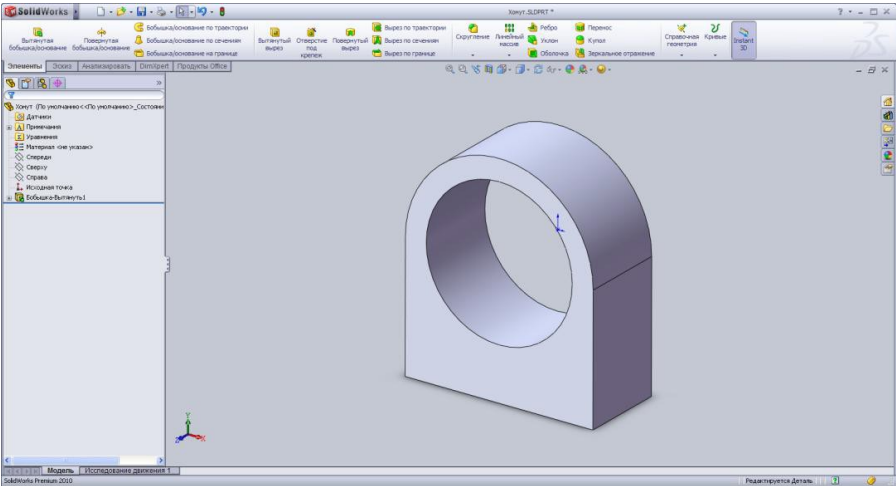

Рисунок 2.5 – Зміна розміру відображення моделі
Щоб розглянути модель із різних сторін у SolidWorks, для початку натисніть на стандартній панелі **"Вид"** кнопку **"Изменить в размер экрана (F)"**. Ця команда показує модель так, щоб усі її елементи вміщалися у вікні програми (рис. 2.5).